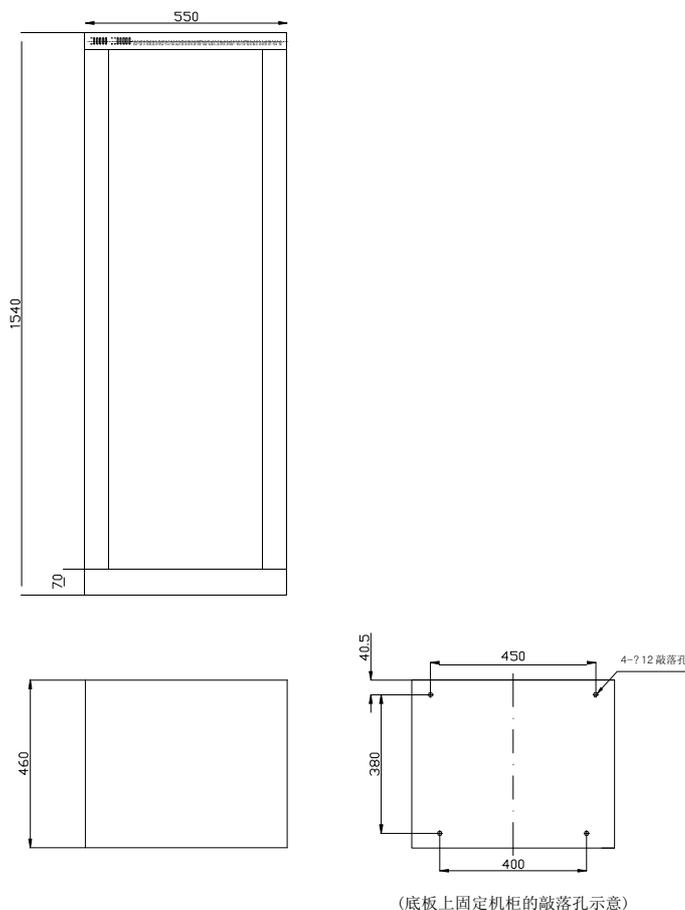

图 3- 23
- (1) 材料内外表面均进行喷塑处理。
- (2) 可以安装 19 英寸各种控制盘, 安装控制盘的最大空间为 32U, 正常情况下可装配 22U。
- (3) 外形尺寸: 550mm×460mm×1540mm。
- (4) 机柜底板上设有敲落孔 (ø12), 用于固定机柜, 如图 3- 23。
LD-1000A2 型立式控制柜外形示意图如图 3- 23 所示。